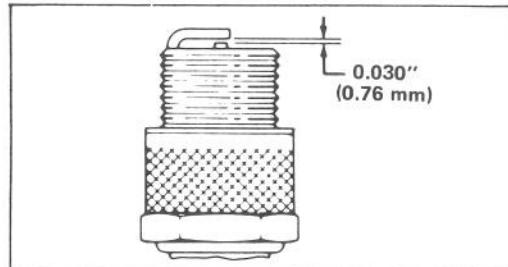

Figure 20
3. Réglez l'écartement des électrodes à 0.030" (0.76 mm) (Fig. 20). Installez la bougie réglée avec son joint. Serrez-la à 15 ft-lb. (20.4 N·m).